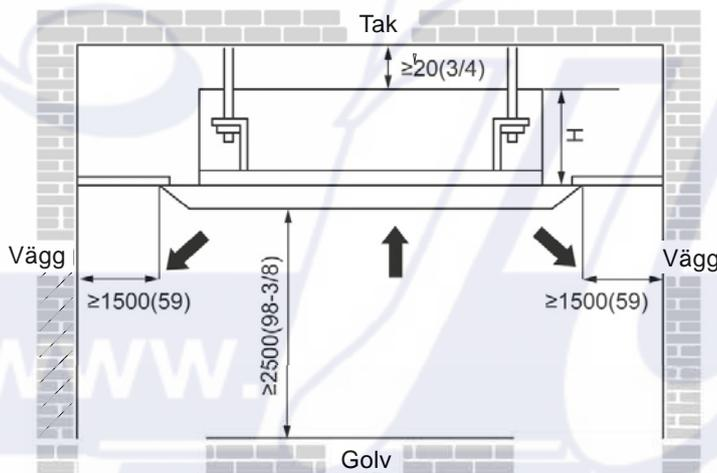

Fig.2
- (1). Inga hinder får finnas i vägen för luftintag- och utblås, samt att luftflödet täcker hela rummet som ska konditioneras.
- (2). Kontrollera att installationsplatsen uppfyller kraven för fritt utrymme enligt Fig. 2 nedan.
- (3). Välj en placering som kan bära aggregatets vikt 4 gånger, samt där driften inte orsakar något oljud eller vibrationer.
- (4). Aggregatet måste installeras helt i våg.
- (5). Välj placering där kondensvattnet kan ledas bort på ett enkelt sätt, samt en enkel anslutning till utomhusdelen.
- (6). Se till att det finns tillräckligt utrymme för service och underhåll, och att höjden mellan enhet och golv överstiger 1800 mm.
- (7). Vid installation med expanderbultar kontrolleras att underlaget kan bära aggregatets vikt 4 gånger. Om det inte gör det, måste underlaget förstärkas.